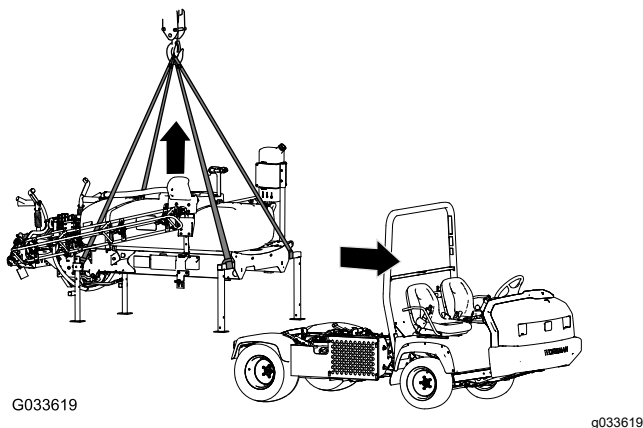

Figura 102
1. Coborâi braele la aproximativ 45° i pivotați-le înainte (Figura 102).
5. Ataai echipamentul de ridicare la tuburile orizontale ale suporturilor de cric frontale i la suportul vertical al suporturilor de cric posterioare (Figura 102).
7. Ridicai sania rezervorului de pe maină suficient de sus pentru a desprinde sania de maină (Figura 102).